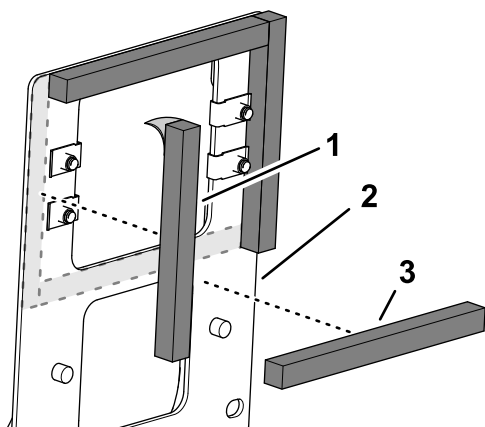

Figura 7
6. Retire el reverso del adhesivo de las 4 tiras de espuma (**Figura 7**).
7. En el otro lado del soporte del enfriador de combustible, coloque las tiras de espuma vertical y horizontal, tal y como se muestra en la **Figura 7**.